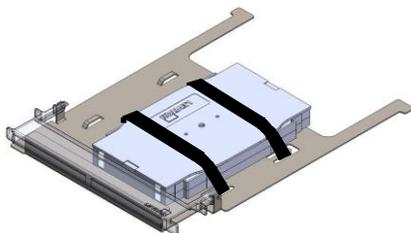
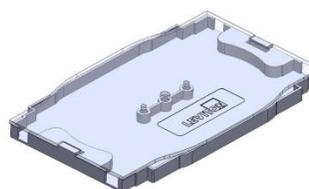

figura 5
figura 6
(1)	Hoja de Instrucciones
- G. **Splice Deck Tray (Bandeja de cubierta de empalme)** - la bandeja de la cubierta de empalme (figura 5) permite el empalme de hasta 48 hilos de fibra. Hasta 2 bandejas de empalme moldeadas por inyección - Leviton # T5PLS -24F (figura 6, se vende por separado) se puede ubicar en cada bandeja de cubierta de empalme con tres bandejas por cubierta.